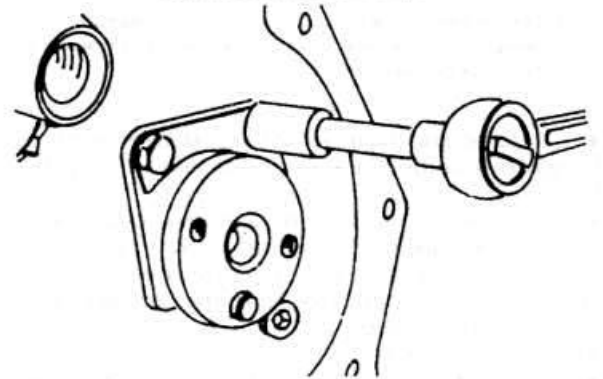

Рис. 2.18
- ♦ Отвинтите болт крепящий опорную пластинку распредвала (рис. 2.18).